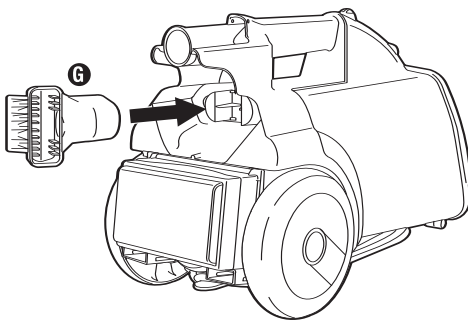

FIG. 4
**Step 4:** Place combination tool **G** in storage position on the back side of the canister (Fig. 4).
- Étape 4 :** Placez l'outil combiné **G** dans la position de rangement à l'arrière du traîneau (Fig. 4).
- Paso 4:** Coloque el accesorio combinado **G** en la posición de almacenamiento de la parte posterior del recipiente (Fig. 4).